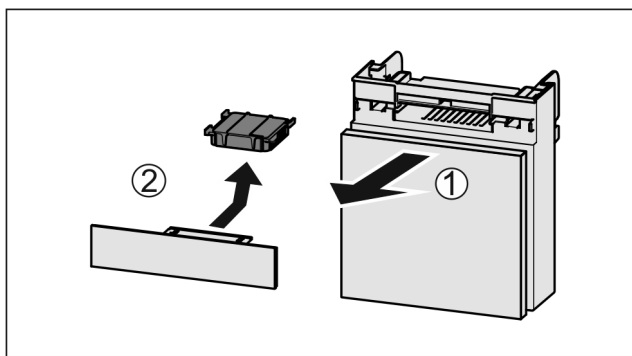

Fig. 31
- 向前拉出 Fig. 31 (1) 抽屉。
- 取出 Fig. 31 (2) 活性炭过滤器。